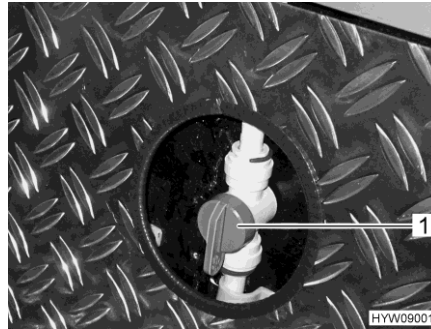

Bild 183 Vorlaufventile (Beheizung Heckgarage)
- Griff (Bild 183,1) am Vorlaufventil für die Heckgaragenheizung parallel zur Heizleitung stellen. Die Heckgaragenheizung arbeitet jetzt mit maximaler Leistung.
- Griff (Bild 183,1) am Vorlaufventil für die Heckgaragenheizung in beliebige Stellung stellen. Die Warmwasserverteilung zur Heckgarage kann auf diese Weise stufenlos eingestellt werden.
- Griff (Bild 183,1) am Vorlaufventil für die Heckgaragenheizung quer zur Heizleitung stellen. Die Heckgaragenheizung ist jetzt ausgeschaltet.